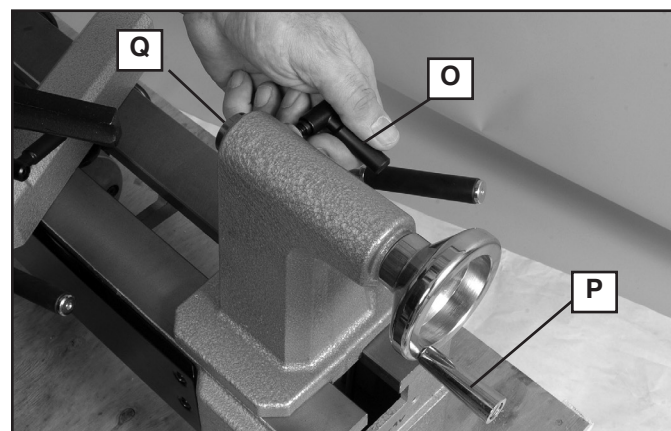

Fig. 12
La vis (O) de blocage du fourreau, fig. 12, bloque le fourreau (Q) en position lorsqu'il est utilisé conjointement avec la pointe d'entraînement ou tout autre accessoire du tour.